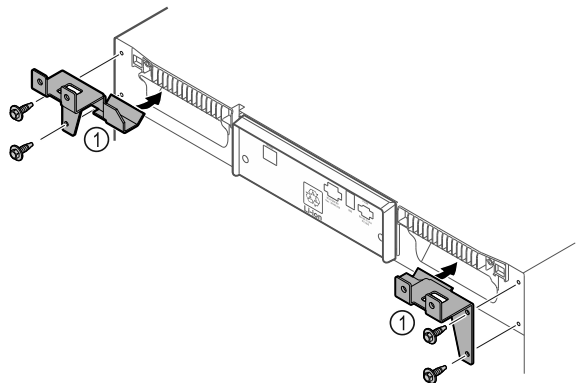

Fig. 9
- ▶ Montar las piezas de sujeción Fig. 9 (1) en el electrodoméstico con los tornillos suministrados.